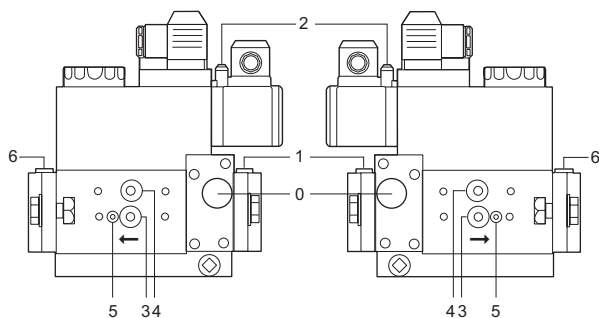
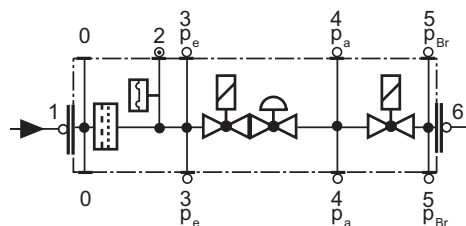

Fig. 26
Fig. 27
- Schimbați filtrul dacă diferența de presiune dintre prizele 1 și 3 (Fig.26 - Fig.27) este $\Delta p > 10$ mbar ;
- Schimbați filtrul dacă diferența de presiune dintre prizele 1 și 3 (Fig.26 - Fig.27) este de două ori mai mare comparată cu cea de la ultima verificare ;